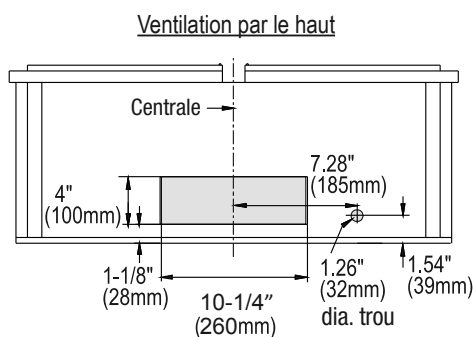
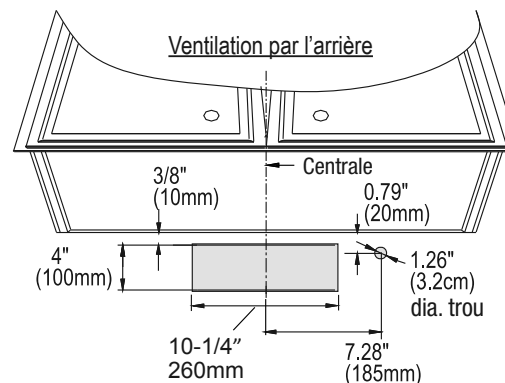

Fig.3
Fig.4
- a. Déterminer si votre système de ventilation existant évacue l'air par le haut ou par l'arrière. Veiller à ce que les ouvertures dans l'armoire ou dans le mur pour le clapet et pour l'accès à l'électricité sont à des endroits appropriés et sont de tailles appropriées. Voir la Fig. 3 si votre ventilation est par le haut ou voir Fig. 4 si elle est par l'arrière.